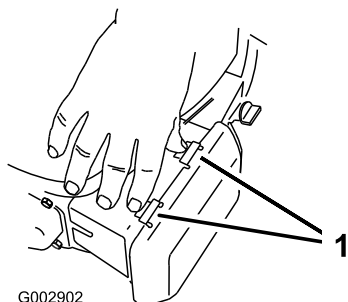

Figura 36
1. Premete verso il basso le linguette di chiusura del coperchio del filtro dell'aria (Figura 36).